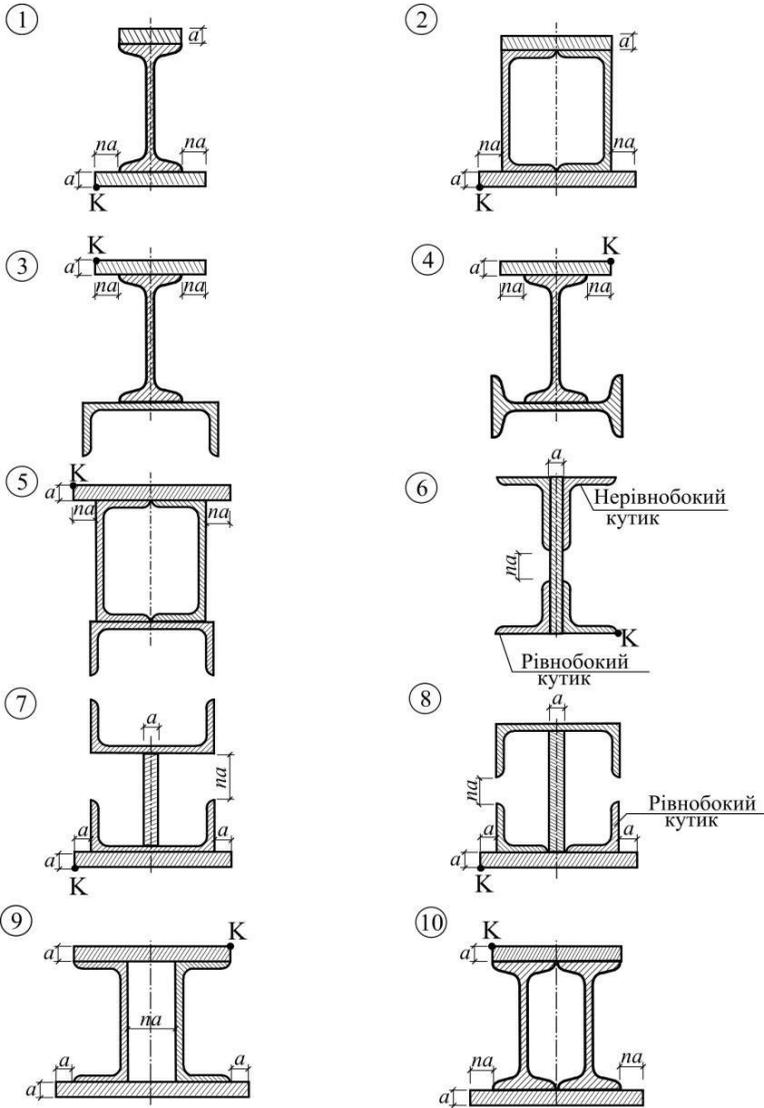

Рис. 2.1. Схеми перерізів (до задач №1; №7 та №9)
*Умова задачі.* Для заданого складеного із декількох простих фігур поперечного перерізу елемента конструкції (рис. 2.1.) потрібно визначити геометричні характеристики, які в подальшому використовуватимуться в розрахунках на міцність, жорсткість та стійкість.